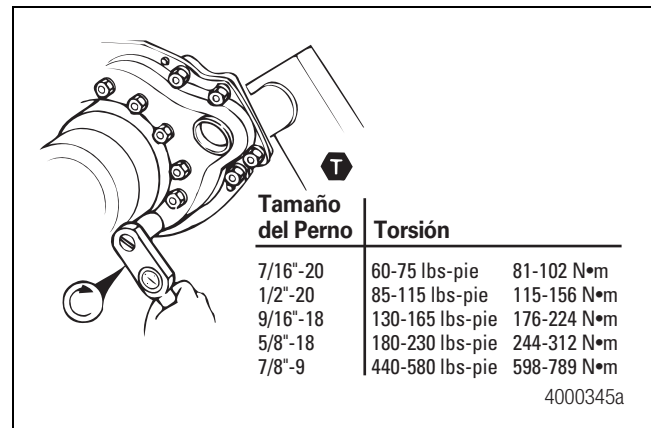

Figura 4.4
1. Apriete todos los pernos de la araña a la torsión correcta. Figura 4.4.